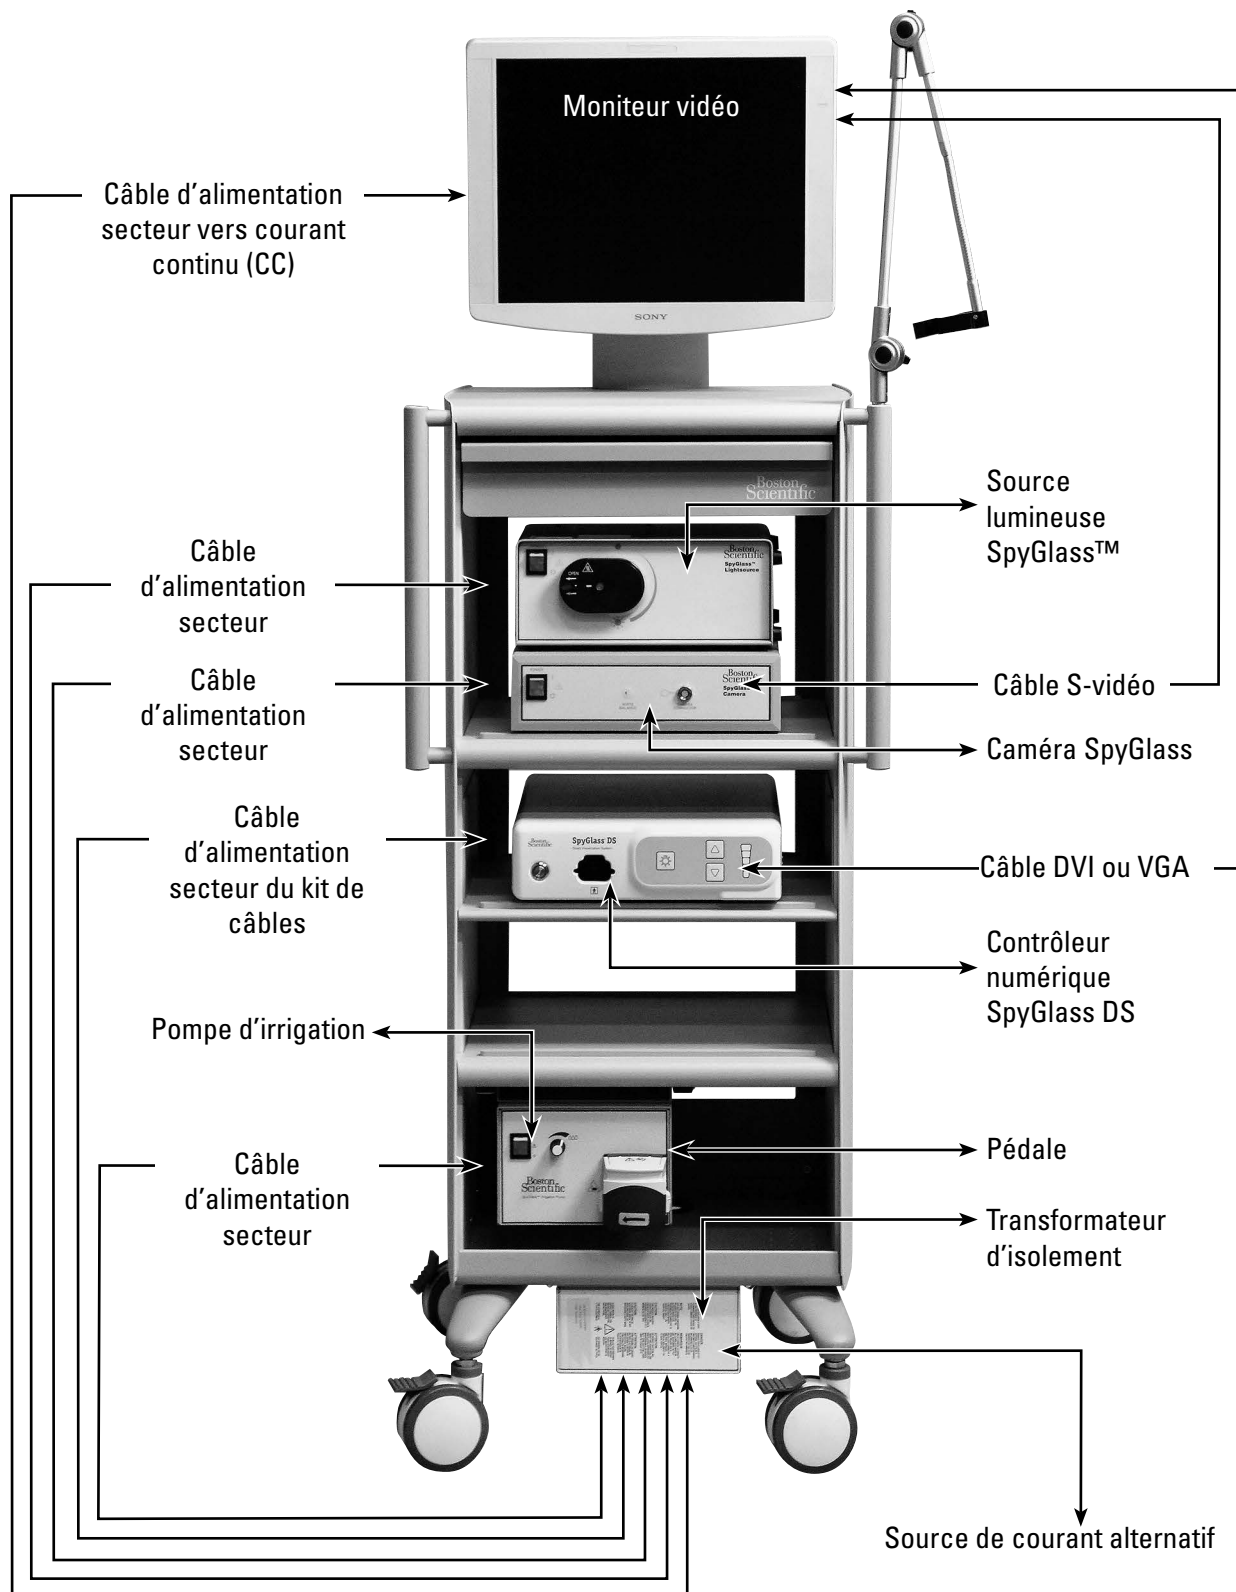

Figure 25. Schéma du positionnement et de l'emplacement des câbles pour les systèmes SpyGlass DS et SpyGlass
Le chariot mis à niveau apparaît à la figure 25.
1. Monter la caméra et la source lumineuse SpyGlass sur le chariot comme indiqué à la figure 25 ci-dessous et expliqué à la « Section 5 - Installation du système SpyGlass ».
2. Installer le contrôleur numérique SpyGlass DS sur l'étagère résultant du montage du kit de mise à niveau du chariot SpyGlass (voir la figure 25 ci-dessous) selon les instruction de la « Section 4 - Installation du système SpyGlass DS ».
REMARQUE : Le contrôleur numérique SpyGlass DS est placé sur l'étagère résultant du montage du kit de mise à niveau du chariot SpyGlass (voir la figure 25).